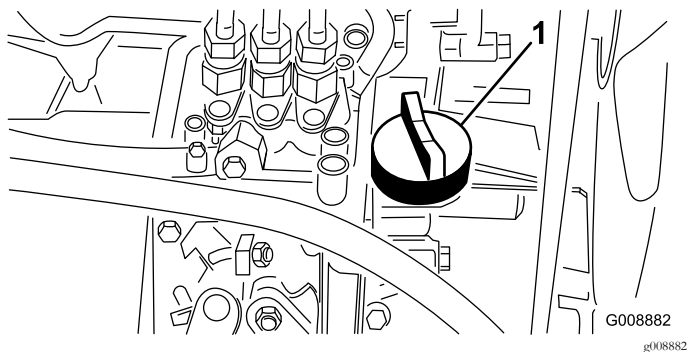

Figura 38
4. Se l'olio è insufficiente, togliete il tappo di rifornimento (Figura 38) e aggiungete lentamente piccole quantità di olio, controllando spesso il livello, finché non raggiunge il segno di pieno sull'asta.